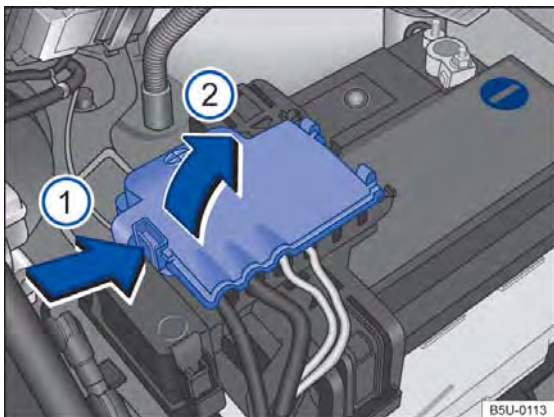

Fig. 185 Compartimento do motor: acesso ao terminal positivo da bateria.
- Abrir a cobertura do polo positivo. Para abrir pressionar a trava no sentido da seta → Fig. 185 (1), rebater a cobertura para o lado no sentido da seta (2).
- Conectar uma extremidade do cabo auxiliar de partida *vermelho* ao polo positivo (+) do veículo com a bateria do veículo descarregada (A) → ⚠️.
- Conectar a outra extremidade do cabo auxiliar de partida *vermelho* ao polo positivo (+) da bateria do veículo fornecedora de corrente (B).
- Conectar uma extremidade do cabo de auxílio na partida *preto* ao polo negativo (-) da bateria do veículo fornecedora de corrente (B).
- Conectar a outra extremidade do cabo auxiliar de partida *preto* (X) no veículo com a bateria do veículo descarregada em uma peça maciça de metal aparafusada firmemente ao bloco do motor ou no próprio bloco do motor - porém não nas proximidades da bateria (A) → ⚠️.